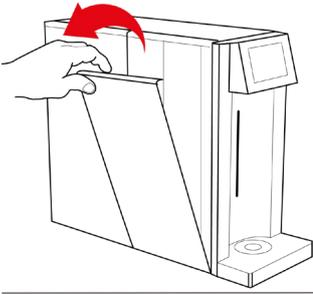

Fig. 1-13
41.3 – Aprire il pannello laterale tirando verso l'esterno fino a completa estrazione, vedi Fig. 1-13.